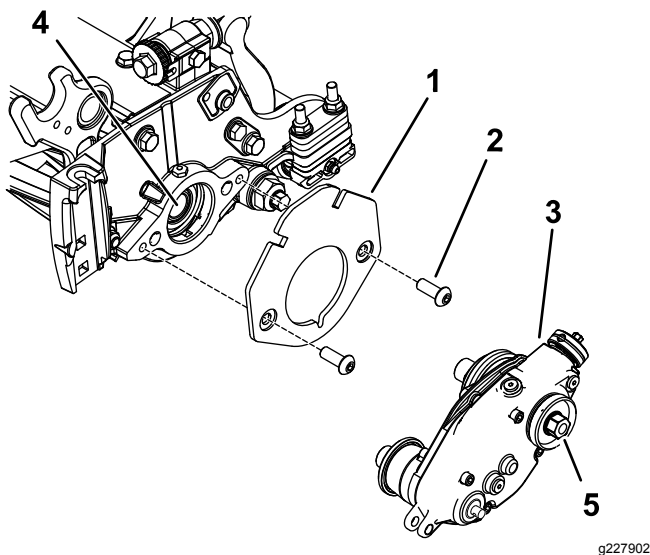

Figura 9
2. Instale o suporte do peso no cilindro com dois parafusos de cabeça sextavada, de cabeça de tremço ($\frac{3}{8}$ pol. x $\frac{3}{4}$ pol.), como se mostra na Figura 9.
243) nas roscas do eixo do cilindro interno (Figura 9).
4. Instale a caixa de transmissão do rastelo no eixo do cilindro (Figura 9) utilizando a cabeça sextavada na caixa da transmissão do rastelo.